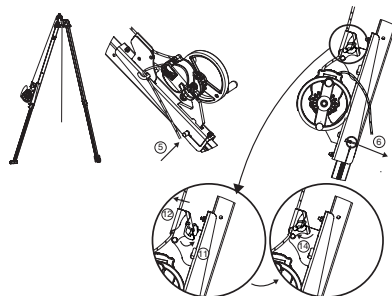

Fig. 9
IMPORTANTE: Atenção ao sentido da montagem: o bloqueador de drisse deve ficar voltado para cima do tripé tracpode (Fig. 9).
5. Instalar o fuso de amarração do suporte para aparelho derope™ UP R. Este fuso de amarração desempenha duas funções: bloqueio do pé do tripé tracpode e amarração do suporte para aparelho derope™ UP R neste pé (Fig. 9, 5).
6. Bloquear o fuso de amarração por meio do pino mola (Fig. 9, 6).
11. Abrir o pino de aperto de drisse do suporte (Fig. 9, 11).
12. Introduzir a drisse que sai do aparelho derope™ no pino de aperto de drisse do suporte (Fig. 9, 12).
14. Fechar o pino de aperto de drisse (Fig. 9, 14).